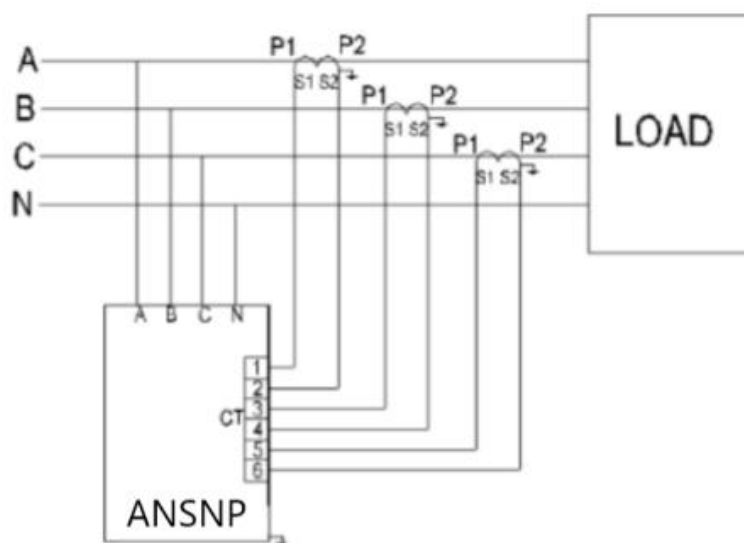

图 4-1 电流互感器安装位置及单 ANSNP 电流互感器接线示意图
- 步骤 1 将电流互感器安装于配电系统中，如图 4-1、4-2 所示。